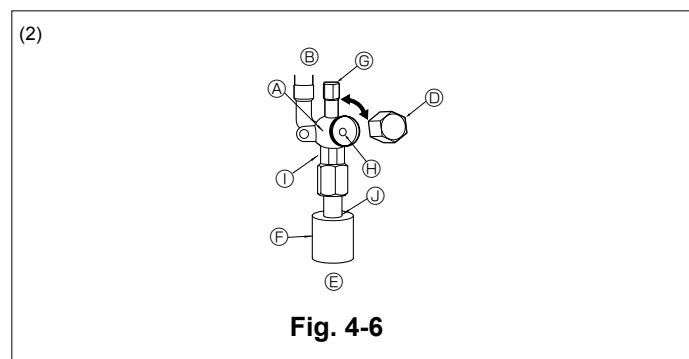

Fig. 4-6
- Lado del líquido de A24-A42 y lado del gas/líquido de A12, A18 (Fig. 4-6)
- (A) Válvula